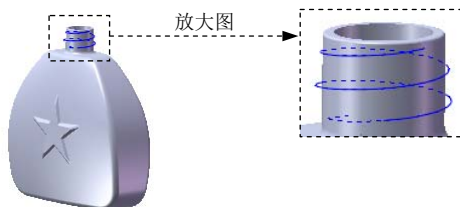

图 3.30.30 螺旋线 1
Step27. 创建图 3.30.30 所示的螺旋线 1。选择下拉菜单 **插入(I)** → **曲线(U)** →